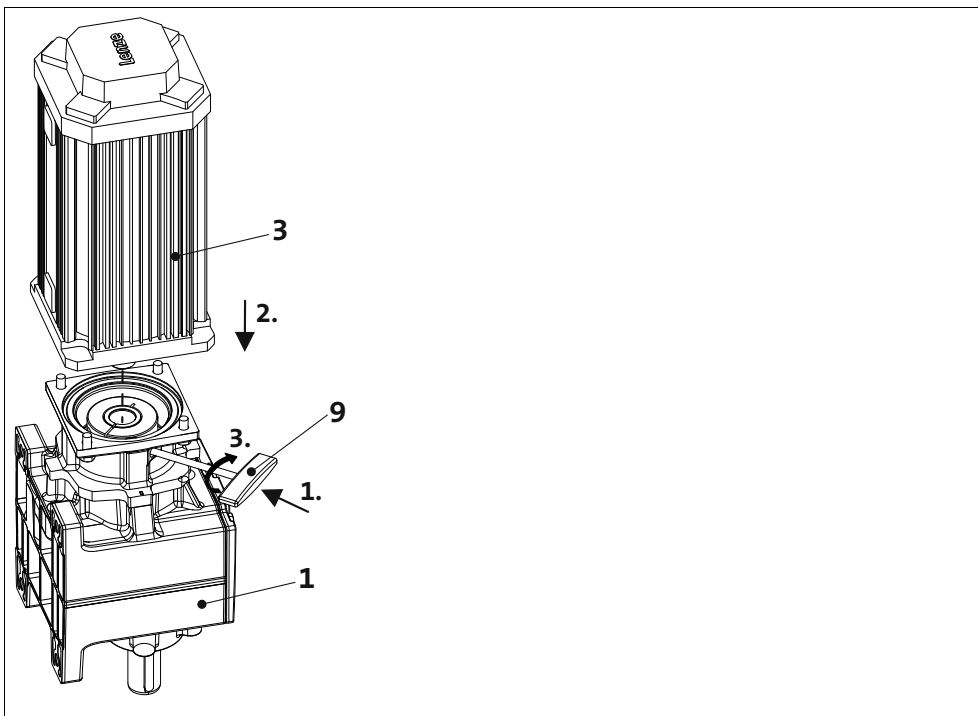

Abb. 7 Montage Motor und Getriebe
4. Anschließend Sechskantschlüssel (9) in die Klemmschraube (8) des Klemmrings (7) einführen und dort stecken lassen (Abb. 7). Die Klemmschraube (8) darf nur so fest angezogen sein, dass sich der Klemmring (7) gerade nicht verschiebt aber die Welle noch nicht zusammengezogen wird!